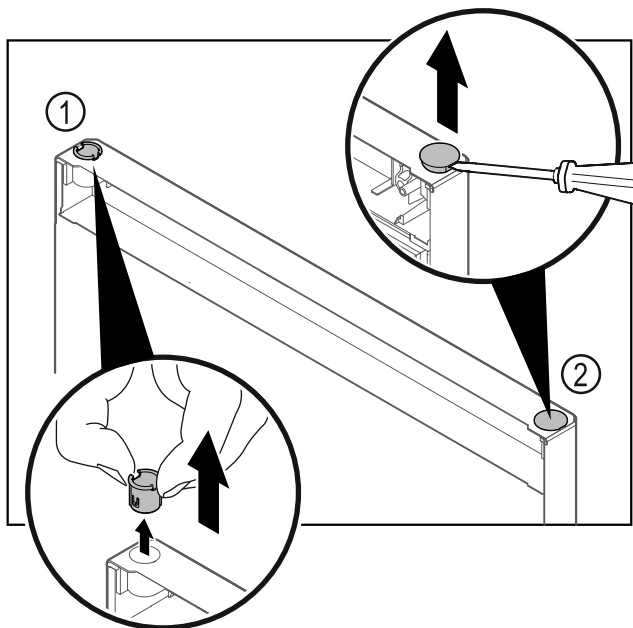

Fig. 27
- ▶ Izvucite čahuru šarke Fig. 27 (1) prstima.
- ▶ Odvijačem s ravnom glavom oprezno podignite čep Fig. 27 (2) i izvadite ga.